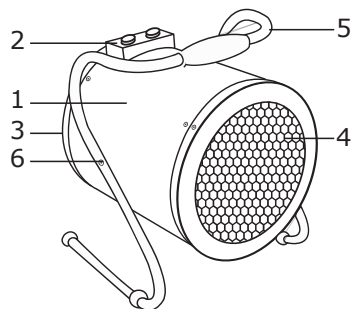

Рис. 1. Устройство прибора
Несущая конструкция тепловентилятора (см. рис.1) состоит из кожухов наружного (1) и внутреннего, изготовленных из листовой стали и имеющих цилиндрическую форму. Во внутреннем кожухе размещены вентилятор и трубчатые электронагревательные элементы. Снаружи кожуха расположен корпус блока управления (2). Окна для забора холодного воздуха и подачи горячего закрыты решетками (3 и 4). Кожух закреплен на ручке-подставке (5) и имеет возможность поворота в вертикальной плоскости. Угол поворота фиксируется гайками (6).